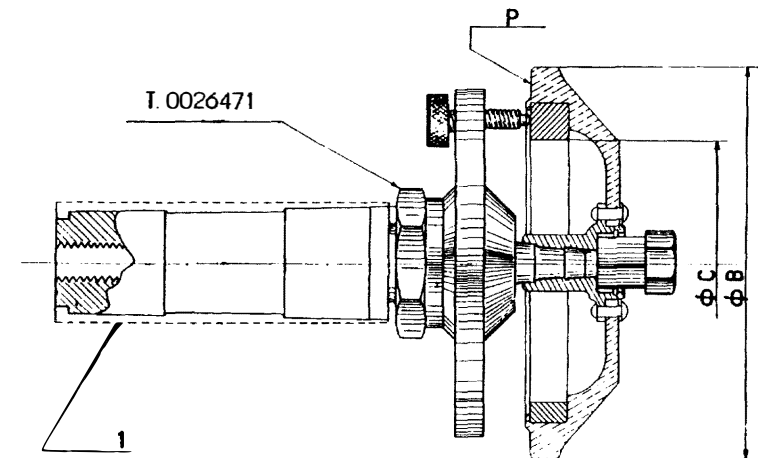

Fig. 23
6. - Using the mandrel T. 0026471 and a clock gauge (see fig. 23), check the concentricity of the dia. B and the perpendicularity of the plane P with respect to the axis of rotation. If the eccentricity should exceed 0.03 mm skim over the dia. B on a lathe.
6. - Con el eje T.0026471 y un comparador controlar (ver. fig. 23) la concentricidad del diámetro « B » y la normalidad del plano « P » con respecto al eje de rotación. Si la excentricidad sobrepasa los 0,03 mm. retocar el \varnothing « B » con el torno. Luego en el torno, con mandril de mordazas independientes y comparador, poner a cero el diámetro « B » y ajustar el diámetro « C » (si este resultara excéntrico) no sobrepasando la cota de 106,4 mm. con una profundidad máxima de 25 mm.